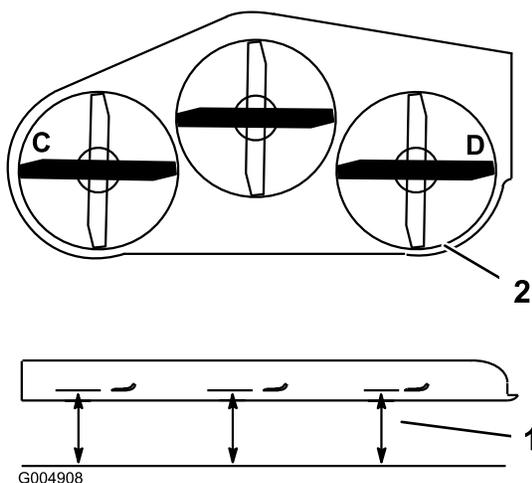

Figure 73
3. Mesurez la distance aux points C et D (Figure 73) entre une surface plane et le bord coupant des pointes des lames.